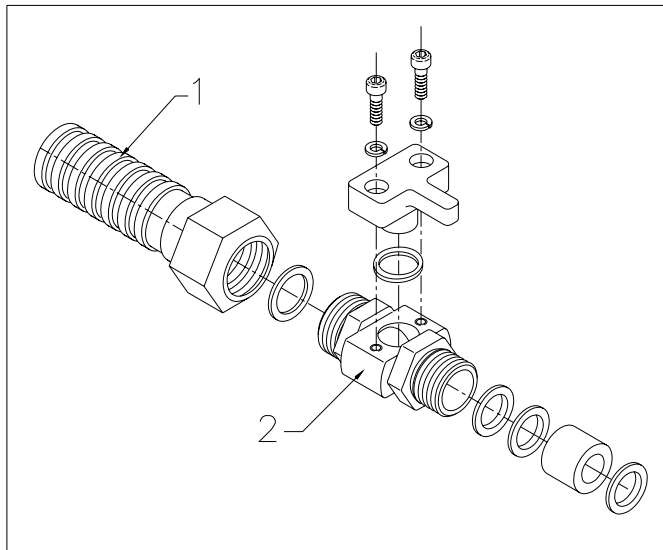

Fig. 9.2
Deze slang bestaat uit een flexibele roestvast stalen mantel (fig 9.2 pos 1) en een speciale kabelinvoer (fig.9.2 pos 2) die de kabel beschermt tegen mechanische en chemische beschadiging .